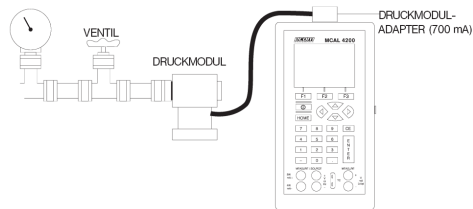

Abb. 18. Messung des Drucks mit dem Drucktransmitter
1. Die Prüflleitungen am Instrument und am Kalibrator wie in Abbildung 18 anschließen. Der Kalibrator zeigt den Druck sowohl in der oberen als auch in der unteren Anzeige an. Auf diese Weise lässt sich der Druck an zwei verschiedenen Geräten gleichzeitig messen.